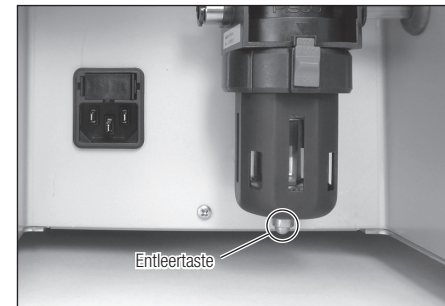

Abb. 27
- 1) Wenn sich Wasser im Behälter des Luftfilters angesammelt hat, drücken Sie auf die Entleertaste unten am Behälter, um den Luftfilter zu entleeren (Abb. 27).